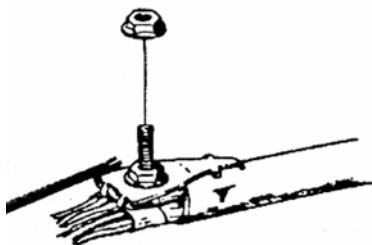

Рис. 4.6. Экранная шина, установленная на соединитель.
4.1.6. Надеть экранную шину на болт экранного соединителя и затянуть ее второй гайкой (рис. 4.6.).